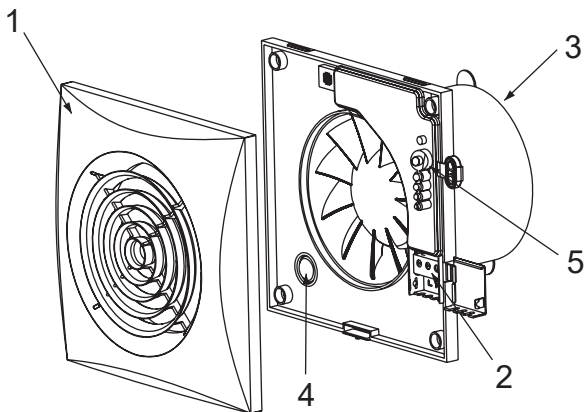

Fig.1b
- 5- Touche de réglage (SILENT-100 CHZ VISUAL - fig.1b)